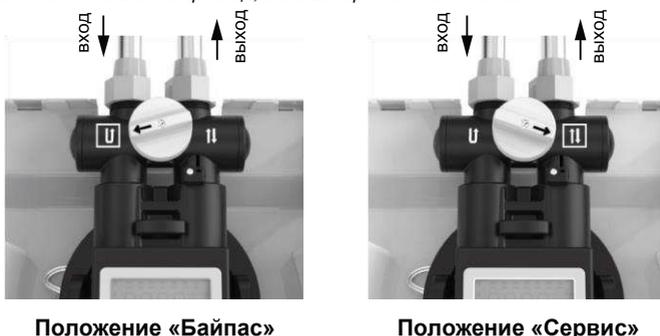

Рис. 8
- Плавно переведите клапан в положение «Сервис» (см. рис. 8), медленно заполняя фильтрационную емкость, чтобы избежать гидроудара.
- Убедитесь, что умягчитель находится в режиме нормальной работы. Байпасный кран должен находиться в положении «Service» (см. рис. 8).
Ваш умягчитель оборудован байпасным клапаном (см. рис. 8). Байпасный клапан позволяет изолировать умягчитель в случае его неисправности или возникновения утечки. Он также обеспечивает возможность использования неочищенной воды для полива растений, кустов или газонов.
Байпасный клапан расположен в узле главного управляющего клапана. Для переключения на байпасную линию, поверните ручку в положение «Байпас»  (см. рис. 8). Вода будет поступать в дом мимо умягчителя без очистки. Для предотвращения попадания в дом неочищенной воды не пользуйтесь водой в доме, когда умягчитель находится в режиме «Байпас». Не забудьте переключить умягчитель в режим нормальной работы, повернув ручку в положение «Сервис» (см. рис. 8), после ремонта устройства или использования неочищенной воды.
Для выполнения функции подмеса жесткой воды  поверните ручку из положения «Сервис» в сторону положения «Байпас» (см. рис. 8). Поскольку байпасный кран легко доступен и легко регулируется, пользователь со временем может увеличить или уменьшить интенсивность смешения по своему усмотрению.